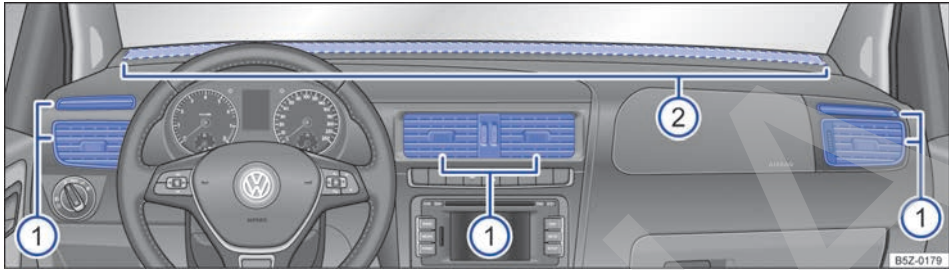

Fig. 123 En el panel de instrumentos: difusores de aire.
Para conseguir una calefacción, una refrigeración y una entrada de aire suficientes en el interior del vehículo, los difusores de aire nunca se deberán cerrar completamente ⇒ fig. 123 ①.
- Para abrir los difusores de aire ①, presione en la parte superior del difusor.
Existen otros difusores de aire no regulables. Se encuentran en el medio del panel de instrumentos ⇒ fig. 123 ②, en las zonas reposapiés y en la parte trasera del interior del vehículo.